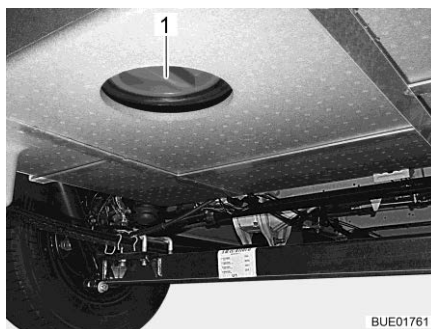

Bild 285 Rengöringsöppning
- Öppna avloppstankens rengöringsöppning (Bild 285,1) och avtappningskranen.